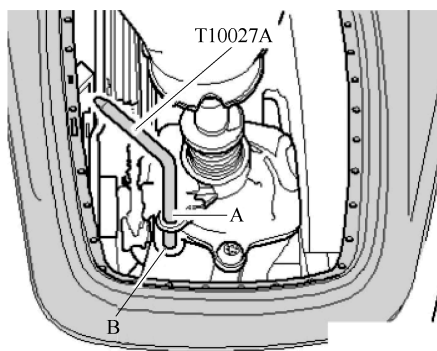

图 8-2-11 固定变速杆
6) 将锁紧销(T10027A)通过孔(A)穿入孔(B)中，如图 8-2-11 所示。
如图 8-2-11 所示。